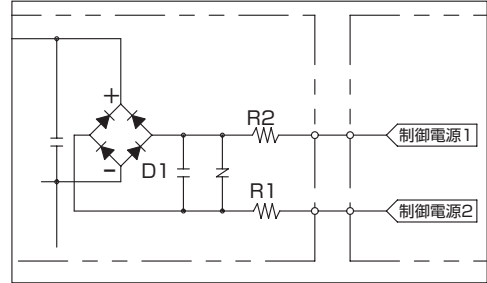

図1
「ピンNo.①が＋極性、No.②が一極性」との極性指示がある為、配線時に極性の確認を行って頂いている場合もございます。しかし、制御電源回路の極性に該当する部分の回路構成は「整流回路内蔵」（右図1参照）としており、特に極性の指示は必要の無い回路構成となっております。